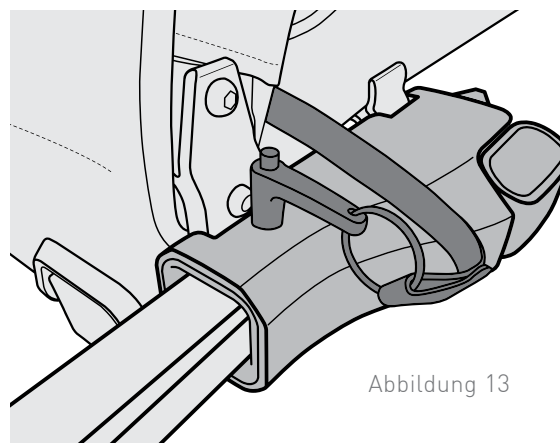

Abbildung 13
4. Drücken Sie den Knopf oben auf dem Zweit-Sicherungsstift und führen Sie ihn in die übereinander liegenden Löcher durch die Schnellaufnahme und die Zugstange (Abbildung 13).